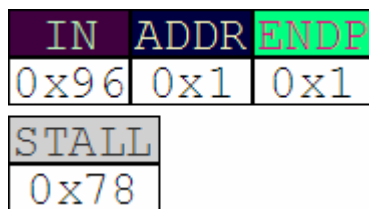

图 A-13 功能部件拒绝 IN 令牌
3、STALL 作为输入令牌 (IN) 的回应, 或者在输出事务的数据阶段之后由功能部件返回, 如图 A-13 所示。STALL 表示功能部件不能传输、或者接收数据, 或者不支持一个控制管道请求。在任何条件下都不允许主机返回 STALL。设计 USB 协议的这帮人, 一定深谙男女之事, 看到没有, 男孩子在任何时候都不允许 STALL 女孩子, 而且, 一旦被 STALL 掉, 那是不同于 NAK 的, NAK 的话, 只是女孩子在考验男孩子的耐心和诚意, 主机应该重试直至成功。而当得到 STALL 时, 相当于“别费功夫了, 没戏”。所以, 当出现 STALL 时, 主机不要简单重试, 而是要从软件上对传输过程进行干预。至于被 STALL 的原因, 大致有两种情况: “功能 STALL” 和 “协议 STALL”, 在这里不详述。